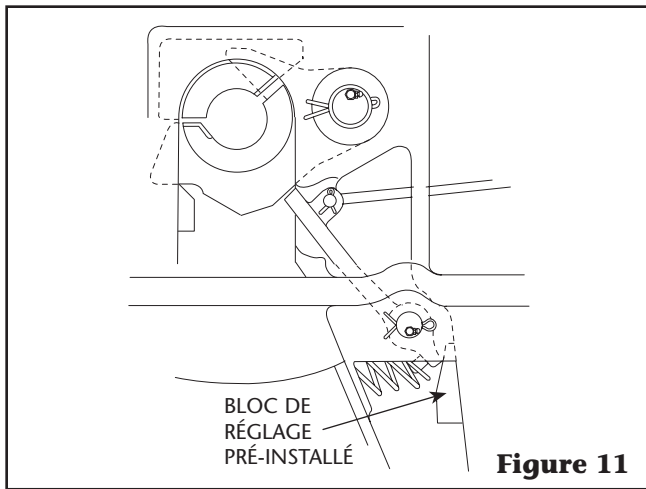

Figure 11
**14.2 Procédures d'installation du serrure secondaire sur les modèles déjà équipés d'un bloc de réglage (Figure 11) :**